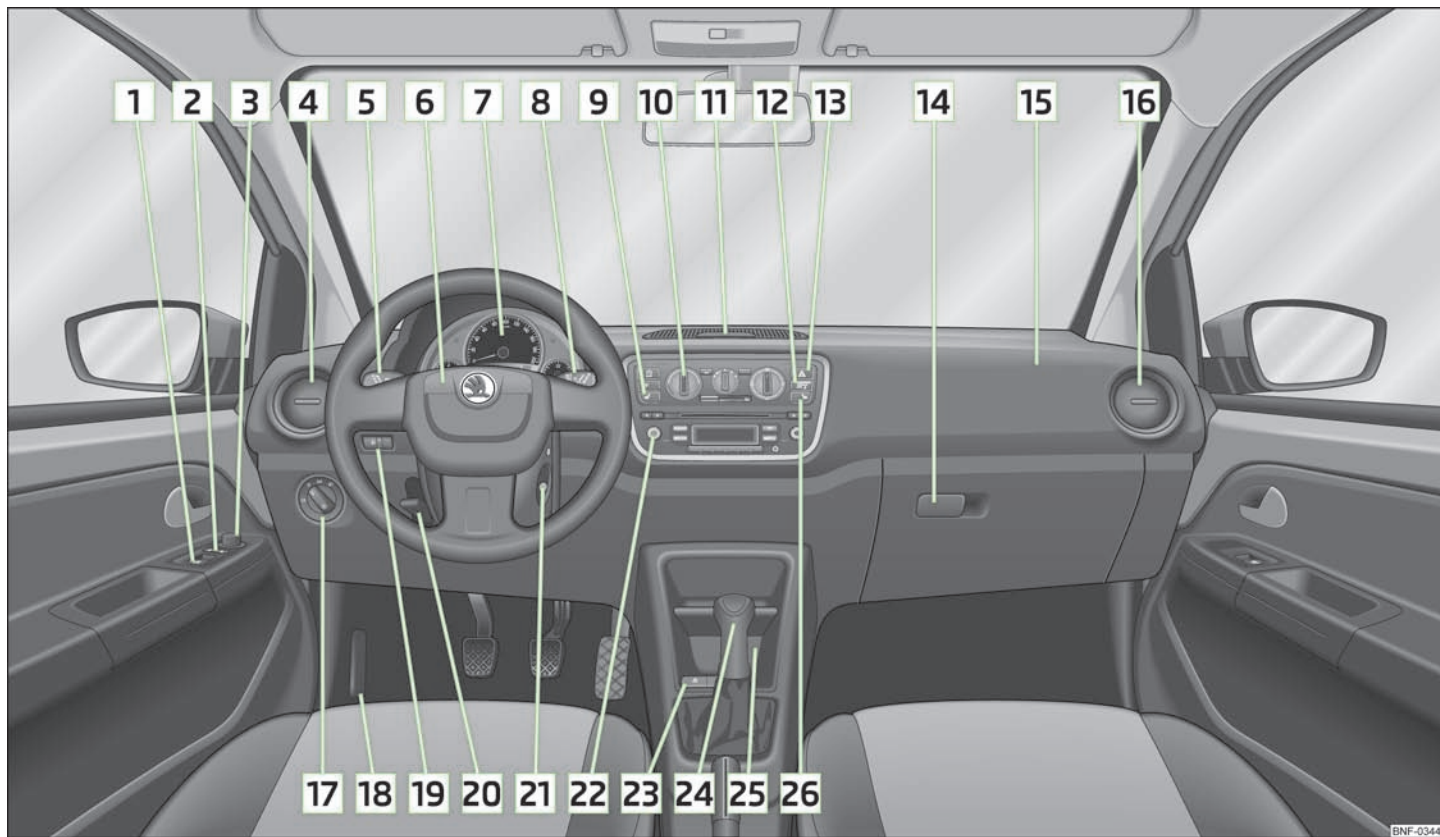

Fig.1 Plancia
- Sui veicoli con guida a destra la disposizione degli elementi di comando è in parte diversa da quella qui » fig. 1 raffigurata. I simboli corrispondono comunque ai singoli elementi di comando.